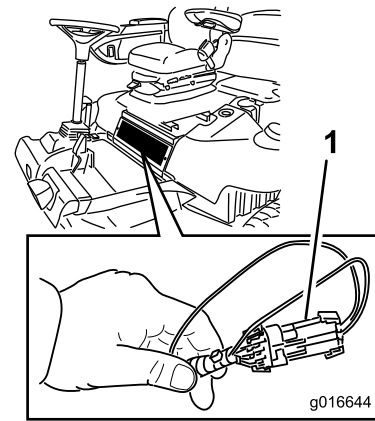

Figure 39
2. Déposez le panneau d'accès situé sous l'avant du siège (Figure 39).
3. Localisez le faisceau de câblage et les connecteurs près du module de commande (Figure 39).